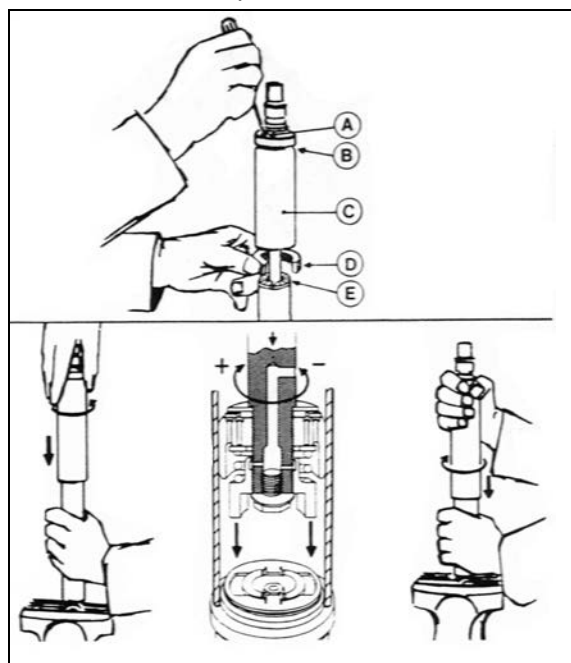

FIGURE 17: AMORTISSEUR
Pour régler la vitesse du cycle d'ouverture et de fermeture sur l'amortisseur (Figure 17) :
2. Fermer complètement l'amortisseur tout en pivotant lentement le capot pare-poussière ou la tige piston dans le sens antihoraire jusqu'à sentir que les cames de l'écrou de réglage entrent dans les encoches de l'ensemble de clapet (Figure 17).
Dans la Figure 17, s'il y a une échancrure (B) sur le capot pare-poussière (C) et que le capot possède deux trous (A), l'amortisseur est muni d'une butée en caoutchouc (D). Si tel est le cas, étendre complètement l'amortisseur et insérer une barre ronde ou un tournevis dans les trous. Pousser la butée en caoutchouc vers le bas et la retirer. Enlever la bague fendue en plastique (E) (le cas échéant) de la tige piston.
Si une butée de caoutchouc avait été installée, la remettre dans le capot pare-poussière. En fermant complètement l'amortisseur, la butée se placera dans la partie supérieure du capot pare-poussière. Remettre en place la bague fendue en plastique (E) (Figure 17)